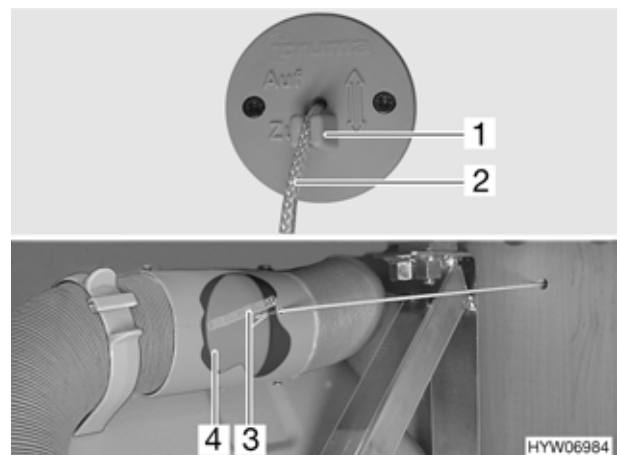

Fig. 119 Impostazione riscaldamento
La distribuzione dell'aria calda per la mansarda può essere aperta e chiusa mediante l'impostazione riscaldamento (Fig. 119).
- Tirare in fuori la cordicella (Fig. 119,2) finché non si incontra una leggera resistenza e fissare la cordicella nel fermo (Fig. 119,1).
Lo sportello (Fig. 119,4) è chiuso.
- Sganciare la cordicella (Fig. 119,2) dal fermo (Fig. 119,1) e riportarla lentamente nella posizione originaria.
Lo sportello (Fig. 119,4) viene aperto dalla molla (Fig. 119,3).